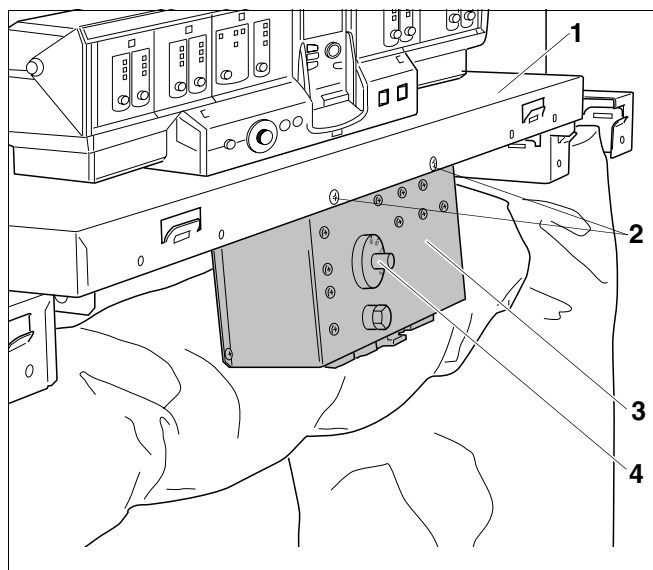

Fig. 63 Aparat suplimentar de reglare HT 3101
- Aparatul suplimentar de reglare HT 3101 (fig. 63, **poz. 3**) se fixează de capacul frontal al cazanului (fig. 63, **poz. 1**) cu două șuruburi cu cap plat 3,9 x 9,5 (fig. 63, **poz. 2**).
- Regulatorul de temperatură (fig. 63, **poz. 4**) se poziționează pe temperatura dorită.